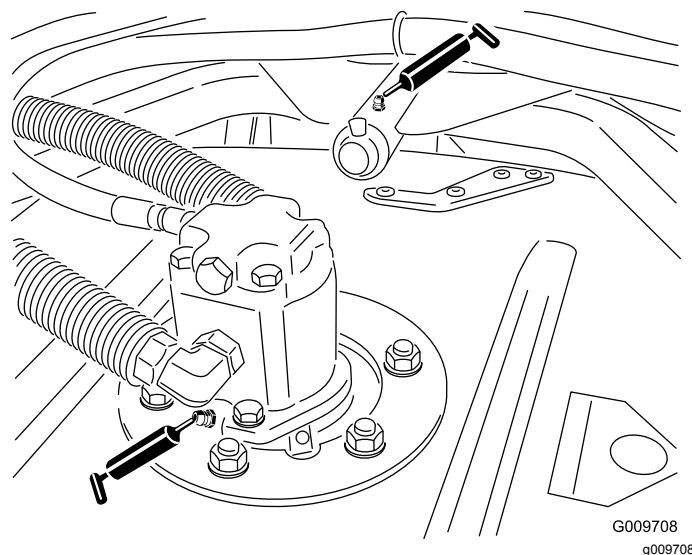

Figura 27
- Cojinetes de los ejes de las unidades de corte (2 por unidad de corte) (Figura 27).
- Casquillos de los brazos de las unidades de corte (1 por unidad de corte) (Figura 27).